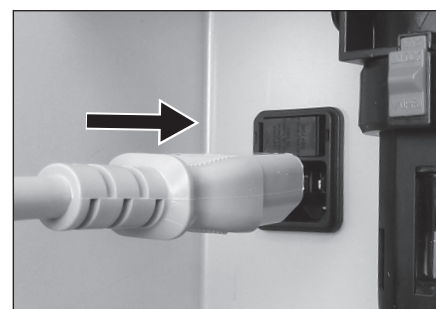

図 10
- 2) ユニット背面にあるインレットへ電源コードの形状を合わせて挿し込みます（図 10）。